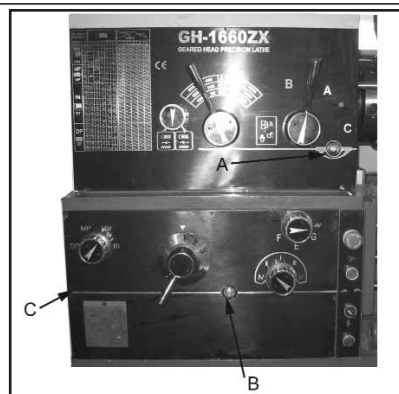

Fig. 4
1. **Spindeldocka** – Oljan får aldrig vara under markeringen i optiska ögat (A, fig. 4). Använd Mobil DTE® Oil Heavy Medium. Skruva ur pluggen upptill på spindeldockan och fyll på olja. Avtappning: Skruva ur pluggen på vänster sida av spindeldockan, i nedre bakre hörnet. Tappa ur all olja och rensa ur alla metallspån. Byt olja första gången efter en månads användning. Byt sedan olja varannan månad.
2. **Växellåda** – Oljan får inte vara under markeringen i det optiska ögat (B, fig. 4). Använd Mobil DTE® Oil Heavy Medium. För att fylla på olja: Skruva ur de två skruvarna på locket. Avtappning: Skruva ur pluggen (C, fig. 4) på växellådans vänstra sida. Tappa ur och byt all olja första gången efter tre månaders användning. Byt sedan olja var sjätte månad.